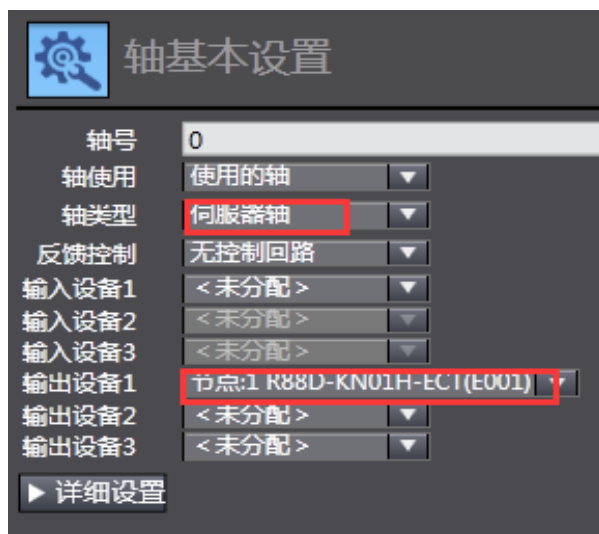

图 2-5
- c. 分别双击 MC\_Axis000 和 MC\_Axis001, 设置两个轴类型为伺服器轴, 并选择对应的伺服驱动型号, 其他轴设置均为默认设置, 如图 2-5 所示。